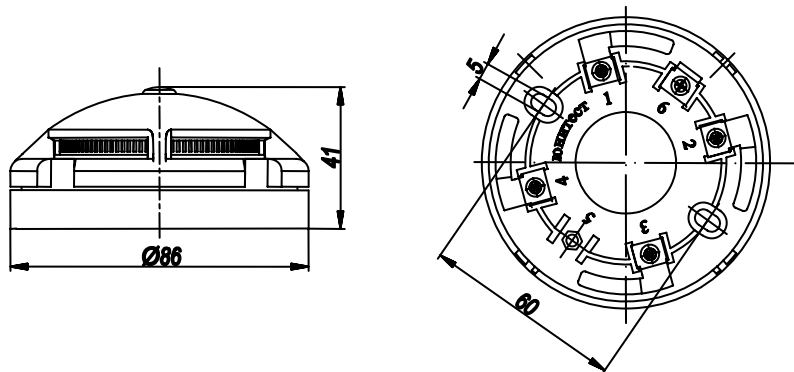

Рис.1. Габаритные и установочные размеры извещателя.
1.5. В зависимости от схемы подключения (см. рис. 1 и 2) извещатель подает извещения «ВНИМАНИЕ» или «ПОЖАР» на ПКП, что позволяет использовать его для управления пожарной автоматикой. Извещения подаются путем замыкания шлейфа сигнализации в прямой полярности с остаточным напряжением 8В.
4.2. Габаритные и установочные размеры извещателя показаны на рис.1, схемы подключения – на рис.2.